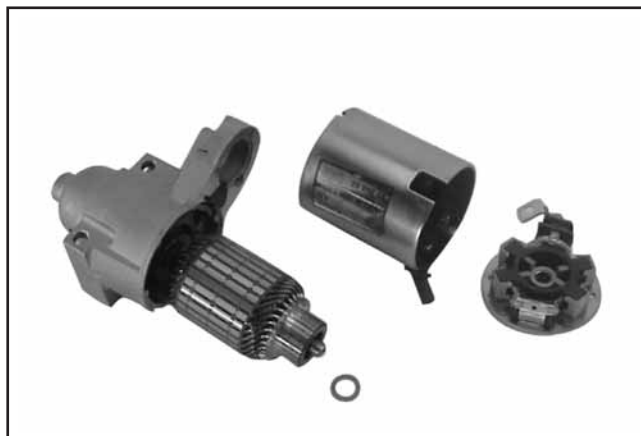

Figure 8-35. Dépose du châssis du démarreur.
6. Retirer le châssis de l'armature et du capuchon d'extrémité de l'entraînement. Voir la figure 8-35.